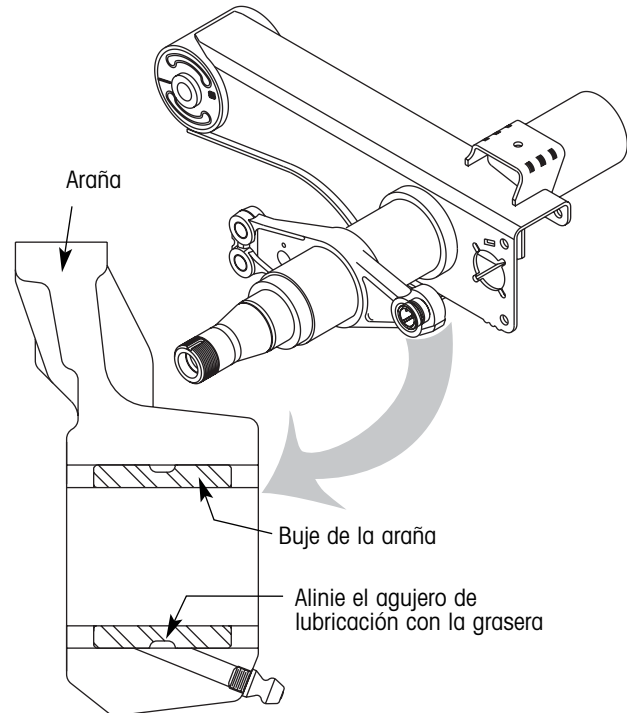

Figura 10. Detalles de instalación del buje de la araña
7. Usando una herramienta para bujes (la misma usada en el paso 13 del procedimiento de remoción), cuidadosamente inserte un buje de araña nuevo en la araña. Oriente el buje nuevo para que los agujeros de lubricación se alineen con las graseras en la araña (figura 10).